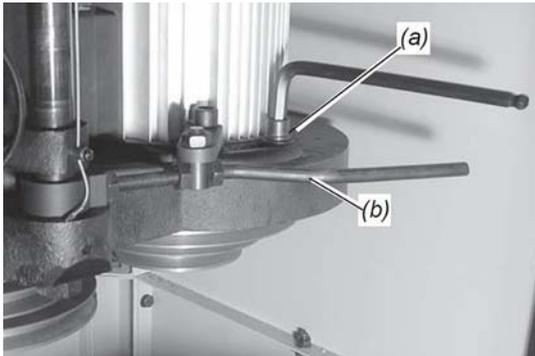
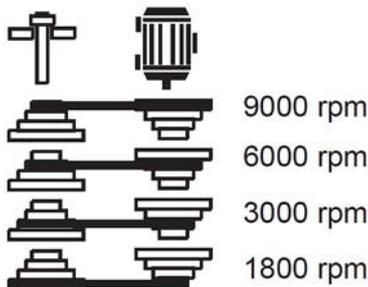

Abb. 15: Riemenspannung lockern
Abb. 16: Riemen-Anordnungen für entsprechende Fräserdrehzahlen
Schritt 3: Die Innensechskantschraube M12x40 (a, Abb. 15) lockern und mit dem Hebel (b) die Riemenspannung lockern.
Schritt 2: Den Klemmhebel (b) (Abb. 15) lösen.
Schritt 3: Mit dem Handrad (a) (Abb. 15) den Neigungswinkel des Fräasers einstellen. Darauf achten, dass der Fräser nicht mit der Abdeckung oder dem Anschlag in Berührung kommt. Der Neigungswinkel des Fräasers kann an der Skala (Abb. 16) beim Handrad für die Höhenverstellung abgelesen werden.